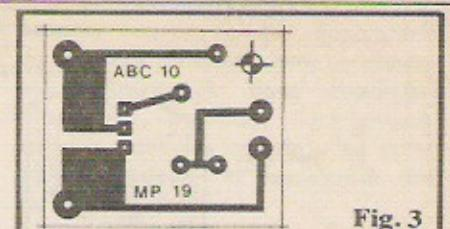

Fig. 3
- FIG. 3 - Padrão cobreado do Circuito Impresso específico, com seu lay out em escala 1:1 (tamanho natural)... É só "carbonar" sobre a face cobreada de uma placa virgem de fenolite cobreado, efetuar a traçagem (com tinta ácido-resistente, ou com os convenientes decalques...), corrosão, limpeza e furação... O desenho é tão simples que mesmo os "Alunos" ainda "pagão" em Circuitos Impressos não encontrarão dificuldades na sua realização. Uma advertência, contudo: como o circuito da MP-19 trabalhará controlando CONSIDERÁVEIS Tensões, Correntes e Potências, todo cuidado é pouco na prevenção de "curtos", contatos indevidos e essas coisas! Assim, conferir **muito bem** a platinha, depois de confeccionada, CORRIGINDO OBRIGATÓRIAMENTE eventuais falhas antes de promover a montagem e instalação. Notem que as áreas cobreadas mais "taludas" destinam-se, justamente, ao trânsito de altas Correntes (necessárias ao próprio acendimento da lâmpada controlada), conforme explicamos na "Lição" específica sobre Circuitos Impressos ("TRUQUES & DICAS" das "Aulas" nº 4 e 5...).